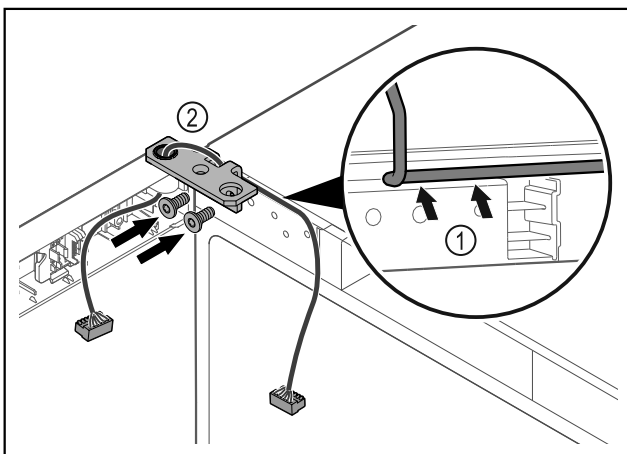

Fig. 62
- ▶ Kabel durch die Ausparung des Scharnierwinkels führen und vorsichtig verlegen Fig. 62 (1).
- ▶ Scharnierwinkel Fig. 62 (2) anschrauben.